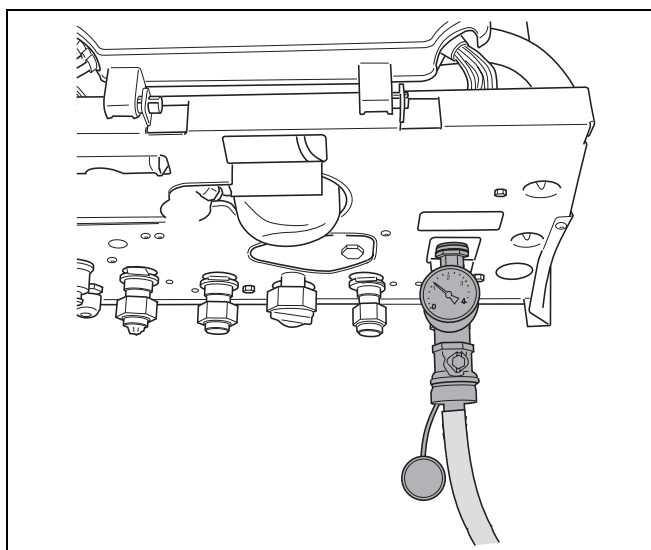

Fig. 2 Riempimento di un apparecchio single
- Collegare il tubo flessibile al rubinetto di carico dell'apparecchio (fig. 2).